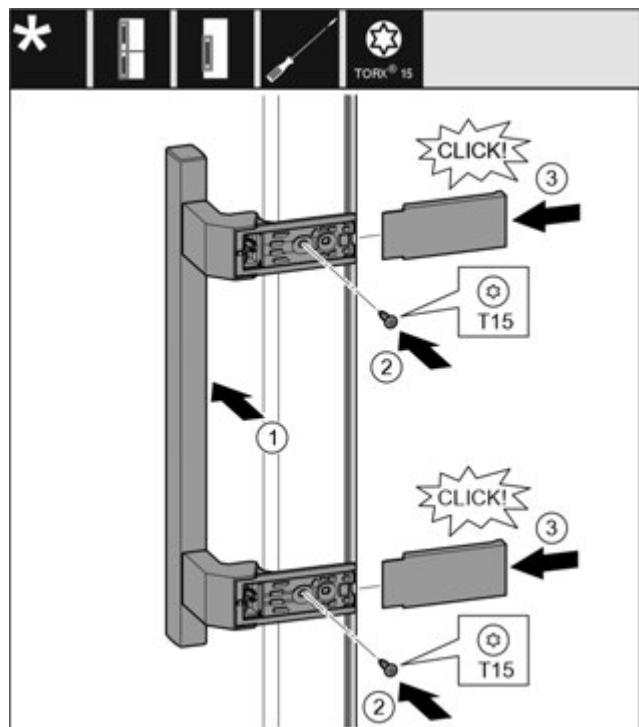

Fig. 18
- Встановіть ручку з протилежного боку. Fig. 18 (1)
- За допомогою викрутки T15 закрутіть гвинти. Fig. 18 (2)
- Встановіть збоку кришки і посуньте їх. Fig. 18 (3)